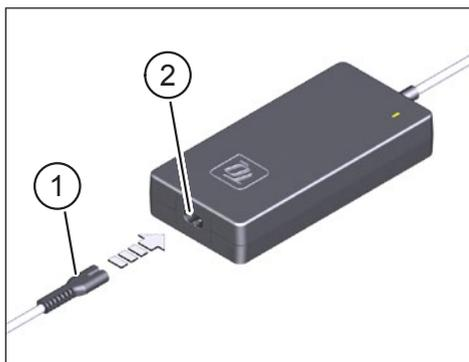

図1: Chargerを電源に接続する
- ▶ 各国固有の電源ケーブルの機器小型プラグ(図1の項番1)をChargerのソケット(図1の項番2)に差し込みます。